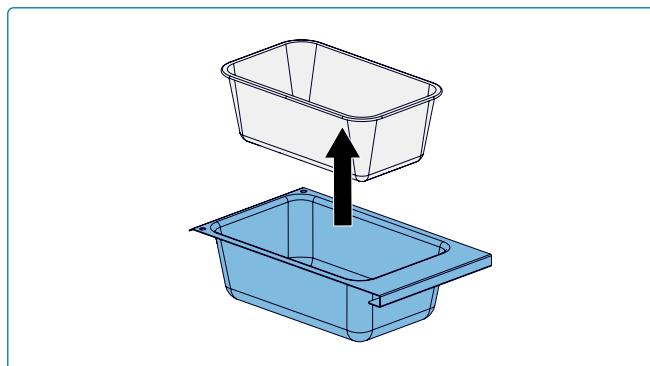

Fig. 25
3. Reemplace la bandeja desechable para grasa cada 2–4 semanas, dependiendo del uso (si corresponde). (**Fig 25**).